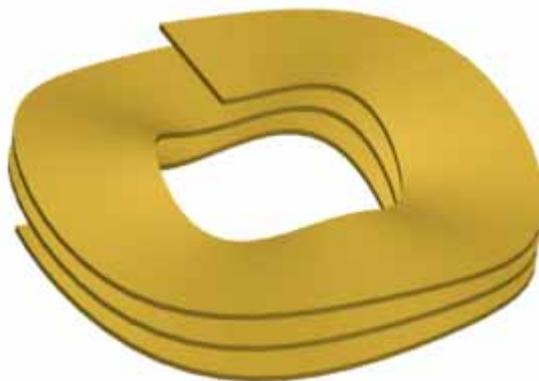

图 60-1
本例建立如图 60-1 所示的零件模型。构建该模型主要使用螺旋扫描、可变剖面扫描特征等建模工具。1 自学网版权所有 51 自学网网址 www.51zixue.net 作者：周四新
(7) 隐藏模型中的曲面, 以着色显示模型, 如图 60-1 所示。